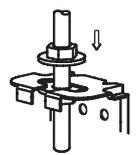

Fig.5-7
- Fixez la climatisation en serrant les écrous à l'aide des clés après avoir réglé la position de l'appareil (voir Fig. 5-7).